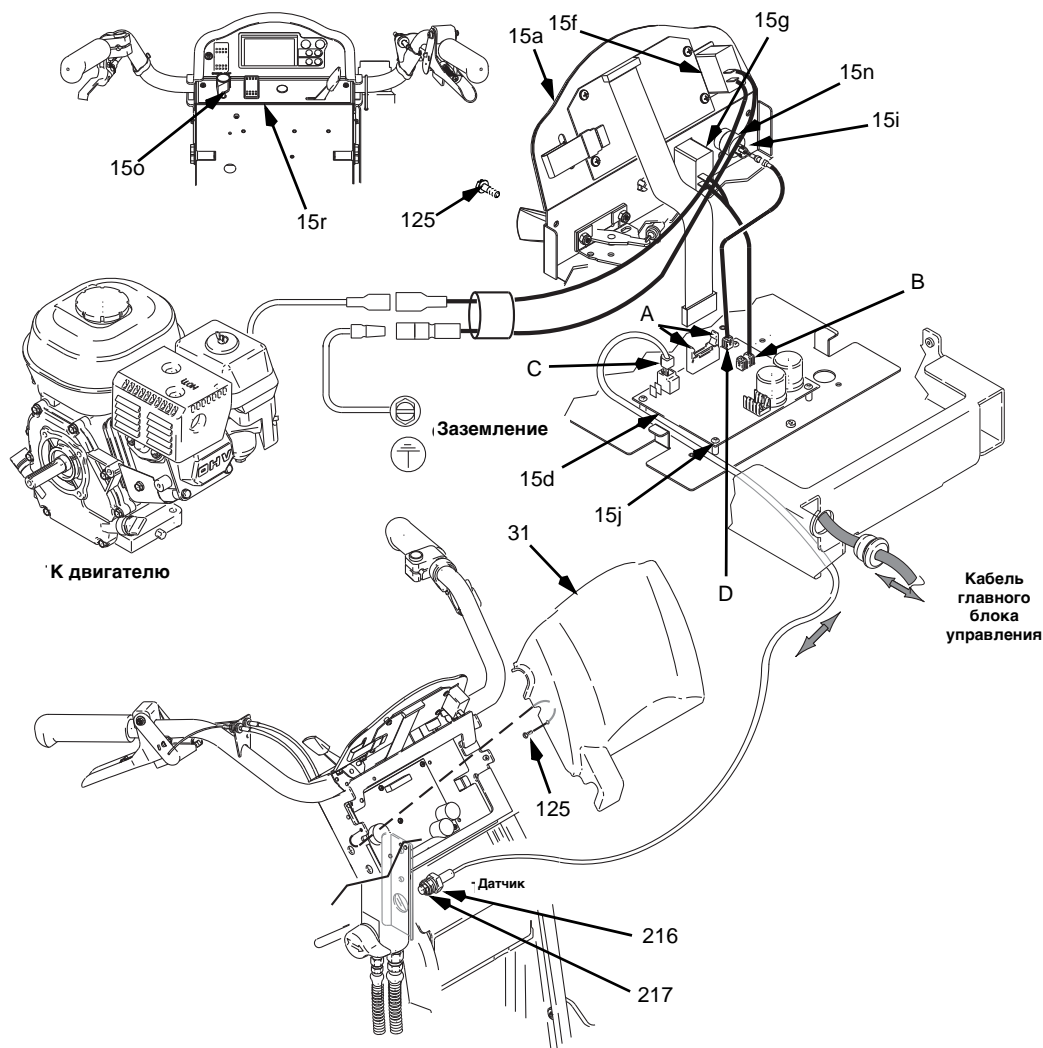

Рис. 13
2. Рис. 13. Открутите два винта (125) и снимите крышку (31).
3. Удалите три винта (125) с панели управления (15a). Выдвиньте панель управления, для доступа к выключателю (15g).
4. Нажмите на фиксатор контакта выключателя (B), для отсоединения от панели управления.
2. Рис. 13. Открутите два винта (125) и снимите крышку (31). Разведите защелки разъема дисплея на панели управления и отсоедините разъем дисплея.
3. Рис. 13 и Рис. 21. Зарисуйте на бумаге расположение кабельных соединений, подходящих к пульту управления. Отсоедините кабели от пульта управления (15d).
4. Рис. 13. Открутите пять винтов (15j) панели управления (15d).
1. Рис. 13. Установите панель управления (15d), при помощи пяти винтов (15j).
2. Рис. 13 и Рис. 21. При помощи выполненной ранее схемы расположения кабельных соединений, соедините кабели к панели управления (15d).
3. Рис. 13. Подсоедините разъем дисплея к панели управления, закройте защелки разъема дисплея на панели управления. Установите крышку с дисплеем (31) и закрепите двумя винтами (125).
3. Отсоедините кабель датчика (C) от панели управления (15d).
4. Извлеките датчик регулятора давления (216) и уплотнительное кольцо (217) из корпуса фильтра (40).
1. Рис. 13. Установите уплотнительное кольцо (217) и датчик регулятора давления (216), в корпусе фильтра (40), с усилием 47,5 - 61 Н/м.
2. Подсоедините кабель датчика (C) к панели управления (15d).
3. Установите крышку (31), с использованием двух винтов (125).
3. Отсоедините провод (D) от пульта управления (15d).
2. Рис. 13. Установите потенциометр регулятора давления (15i), гайку вала, стопорную шайбу и ручку потенциометра (15o).
3. Подсоедините кабель (D) к панели управления (15d).
4. Установите крышку (31), с использованием двух винтов (125).